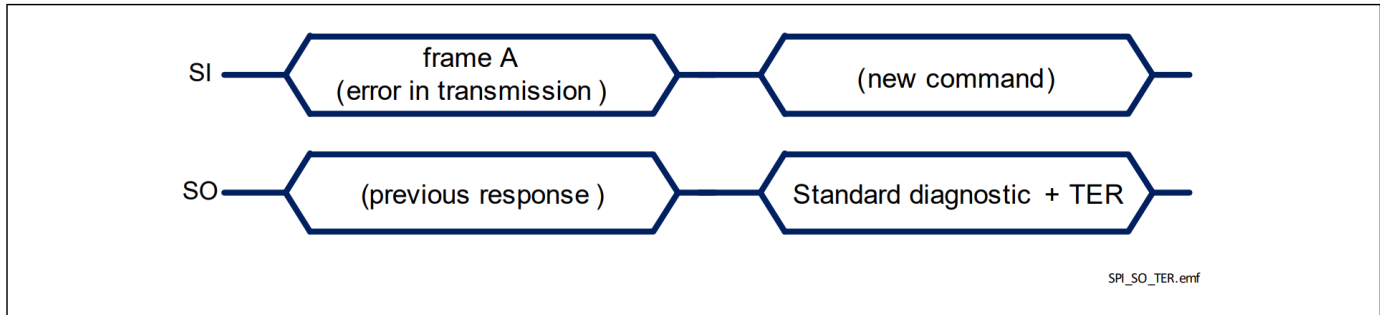

图 30 TLE75008-ESD 发生错误后的响应
- 如果在前一帧中发生错误（例如，时钟脉冲不是 8 的倍数，且最小值为 16 位），如图 30 所示